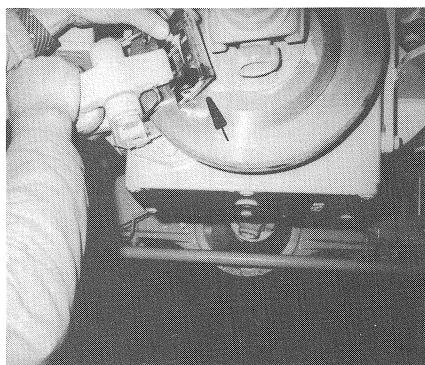

Bild 55
- (3) Bremsklötzte nach oben herausziehen (Bild 55/Pfeil).
(3) Draw out brake pad to the top (Fig. 55/arrow).
(3) Retirer la plaquette de frein vers le haut (fig. 55/flèche).